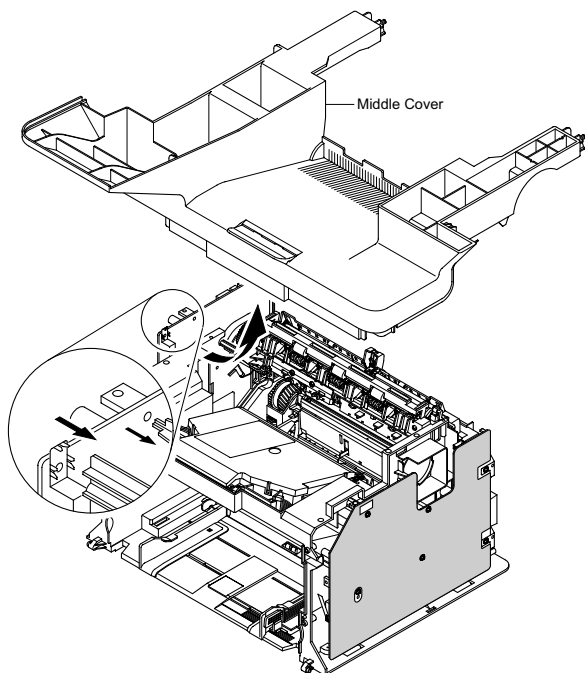

Рисунок 2
3. Аккуратно снимите среднюю крышку с главной платы, рисунок 2.